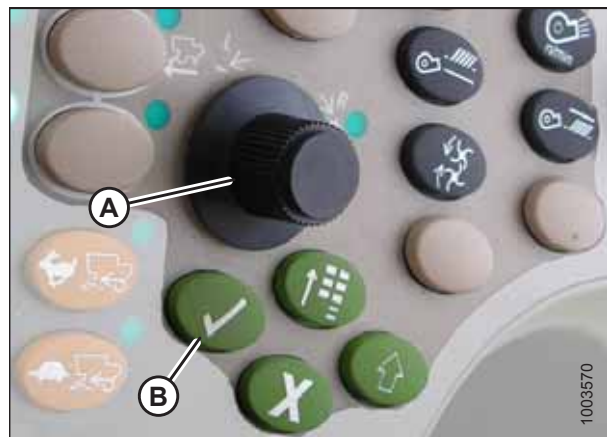

Figura 3.428: Console de controle da colheitadeira John Deere
- Selecione PLATAFORMA na caixa (A) rolando para baixo na caixa usando o botão de rolagem e, em seguida, pressione o botão da marca de seleção (manopla e botão são exibidos na Figura 3.428, página 254).
- Navegue para baixo até o ícone inferior direito que se assemelha a uma seta em um diamante (B) e pressione o botão de marca de seleção para selecioná-lo.